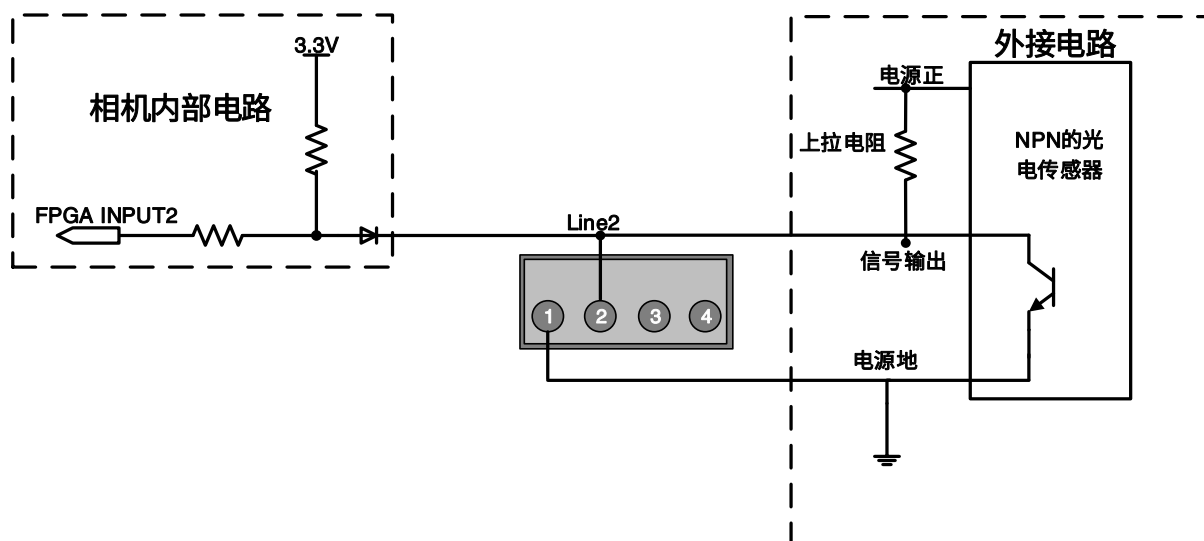
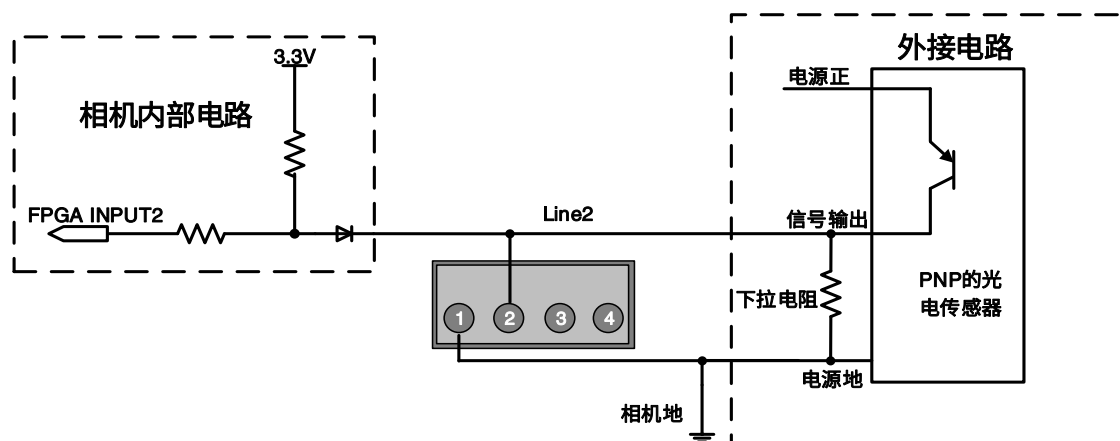

图 7-16 NPN 型光电传感器连接到 Line2 输入电路
图 7-17 PNP 型光电传感器连接到 Line2 输入电路
- Line2/3 输入高电平时，输入电流小于 100 μ A；Line2/3 输入低电平时，输入电流小于-1mA。Line2 和 Line3 输入电路和 NPN 型、PNP 型光电传感器的连接方法见图 7-16 和图 7-17。上拉电阻阻值和外接电源电压的关系见表 7-9